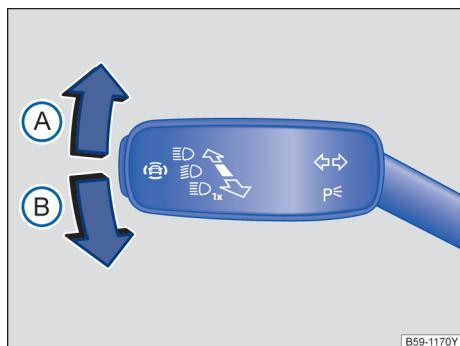

图 110 转向信号灯/远光灯操作杆
- 将转向信号灯/远光灯操作杆→图 110 从中间位置拨至以下位置：
- (A) 打开右侧转信号灯 →。
- (B) 打开左侧转信号灯 ←。